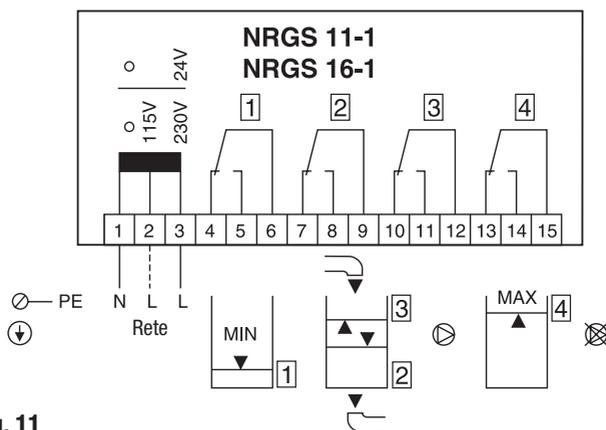

Fig. 11
1. Verificare che la sonda sia collegata in conformità allo schema di **Fig. 11**.